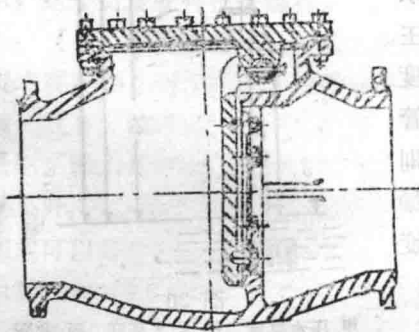

图19 逆止閥的構造
(3) 逆止閥：又叫“止回閥”是防止压力水的水反方向流到水泵中去附件。当水泵突然停車时，水將倒流到水泵中冲击翼輪，裝上逆止閥就可以防止这一現象(图 19)。小口径水泵的逆止閥常裝置在水泵与閘閥之間，以便修理逆止閥时可以用閘閥把逆止閥与压力水管管路隔离开。
(4) 真空表：用做測定水泵真空計示高度。真空表的标度以水銀公厘数計，或以公斤/公分²計。真空表連接在水泵吸入口的接头上。
(5) 压力表：是用来測定水泵所产生的压力水